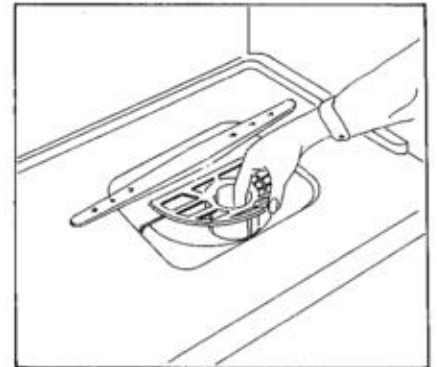

Fig. 17
- C) Ôter le filtre extérieure (fig. 17).